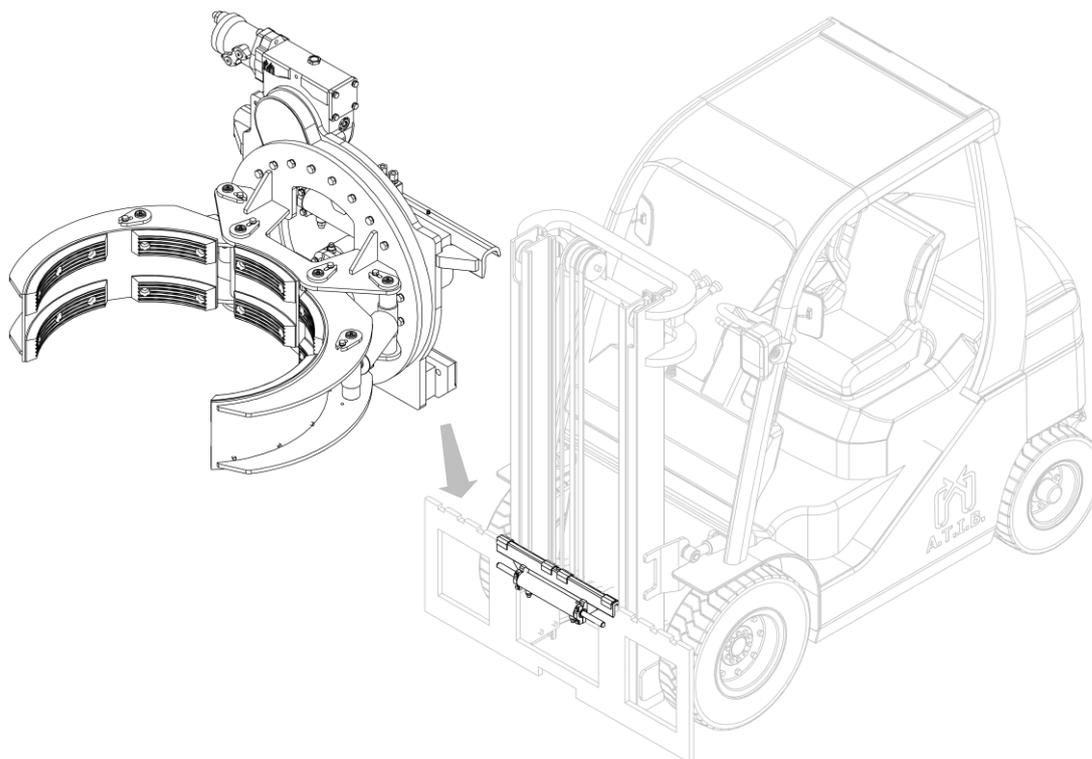

Figura 8
7. Con un carro ponte o un paranco di portata sufficiente posizionare l'attrezzatura sul doppio gancio, avendo cura di posizionarla in modo corretto (vedi *Figura 8*).